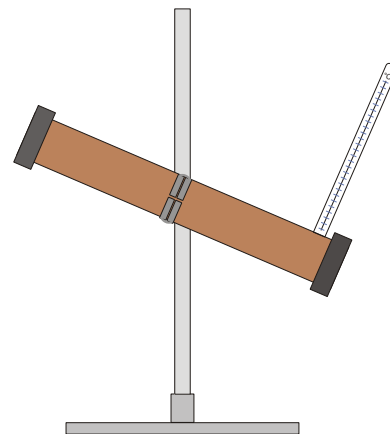

Fig. 1 Mesure du rayonnement thermique du soleil
- Monter le bolomètre sur le statif (fig. 1).